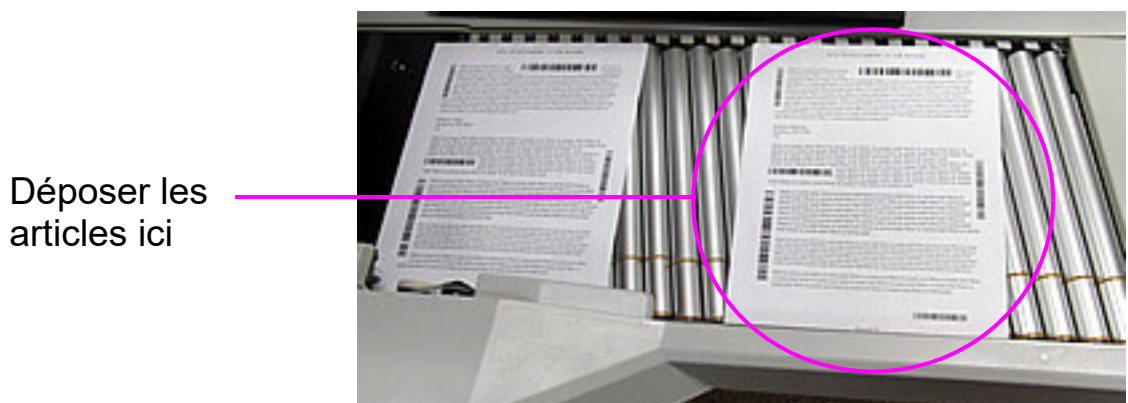

Figure 3-30 : Zone de dépose idéale
3. Placez le premier article sur le convoyeur comme illustré dans la Figure 3-30. L'article sera chargé dans le scanner et affichera une image miniature dans l'écran d'exécution et une image plus grande de l'article apparaîtra dans la fenêtre de la Visionneuse d'image.